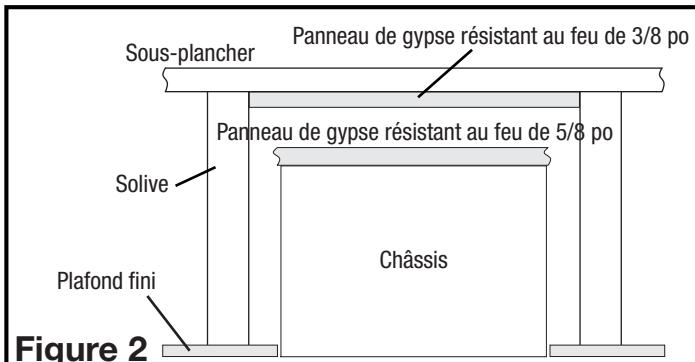

Figure 2
1. Selon la certification UL et CUL de construction résistante au feu, installez un panneau de gypse d'une épaisseur minimale de 3/8 po et de 18 po de longeur de façon à ce qu'il soit centré au-dessus du ventilateur. le panneau de gypse doit couvrir la distance entre les solives, généralement de 14,5 po pour les solives des centres de 16 po (**Figure 2**).